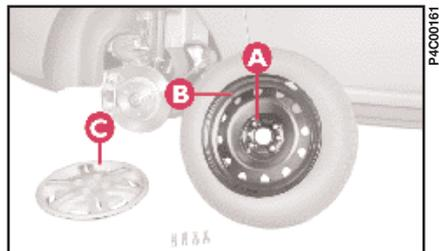

fig. 6
3) Monter la roue normale en introduisant le premier boulon dans le trou **A** (fig. 6) le plus proche de la valve de gonflage **B**.
caler l'encoche **C** (fig. 6) avec la valve de gonflage.